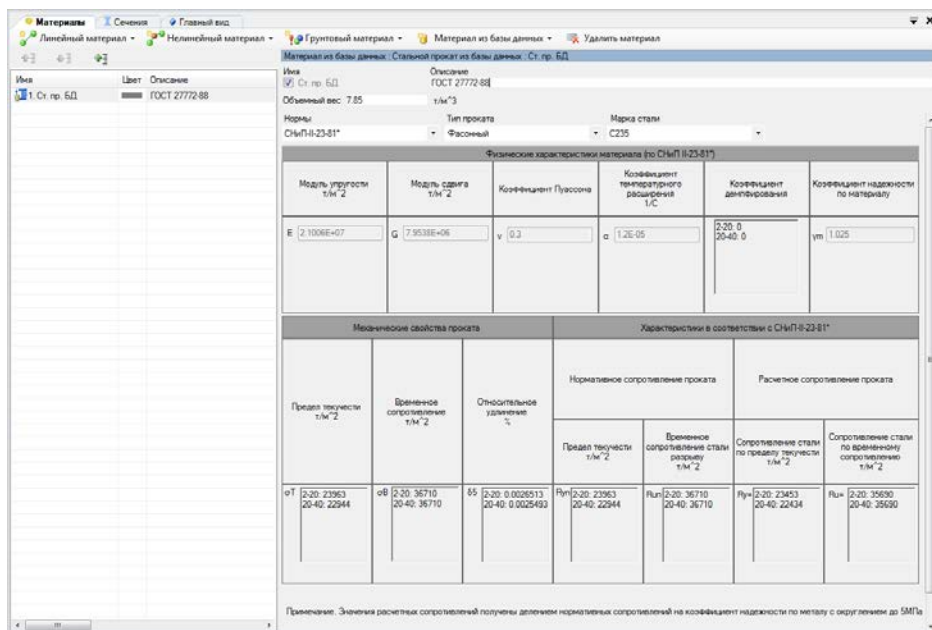

Рис. 150. Редактор материалов
- С помощью меню **Редакторы** → **Редактор материалов** (кнопка  на панели инструментов) перейдите в **Редактор материалов** (рис. 150).